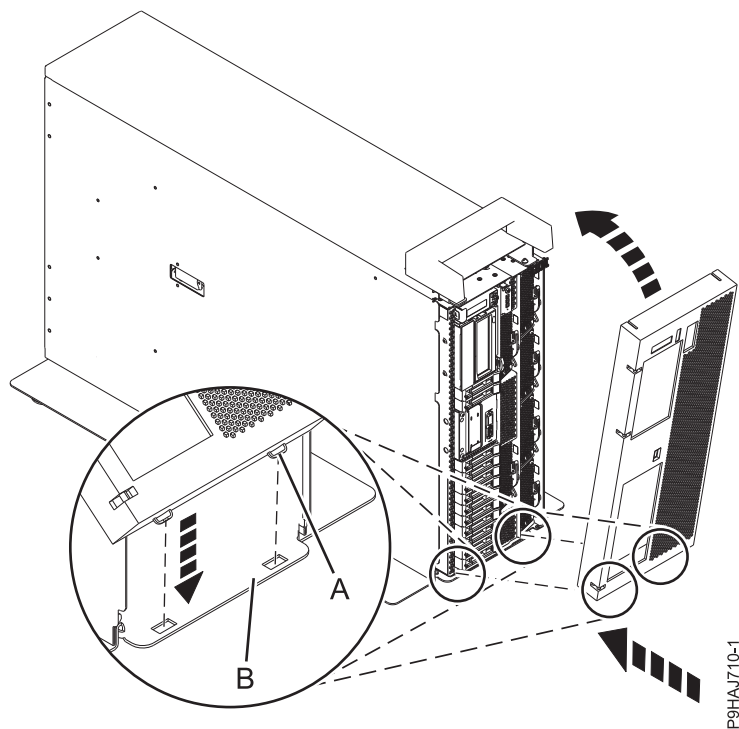

Figure 23. Installation du capot et du volet avant
2. Alignez le capot jusqu'à ce que les deux pattes (A) soient placées dans les encoches de la plaque de base (B), comme illustré dans la figure 23, à la page 41.